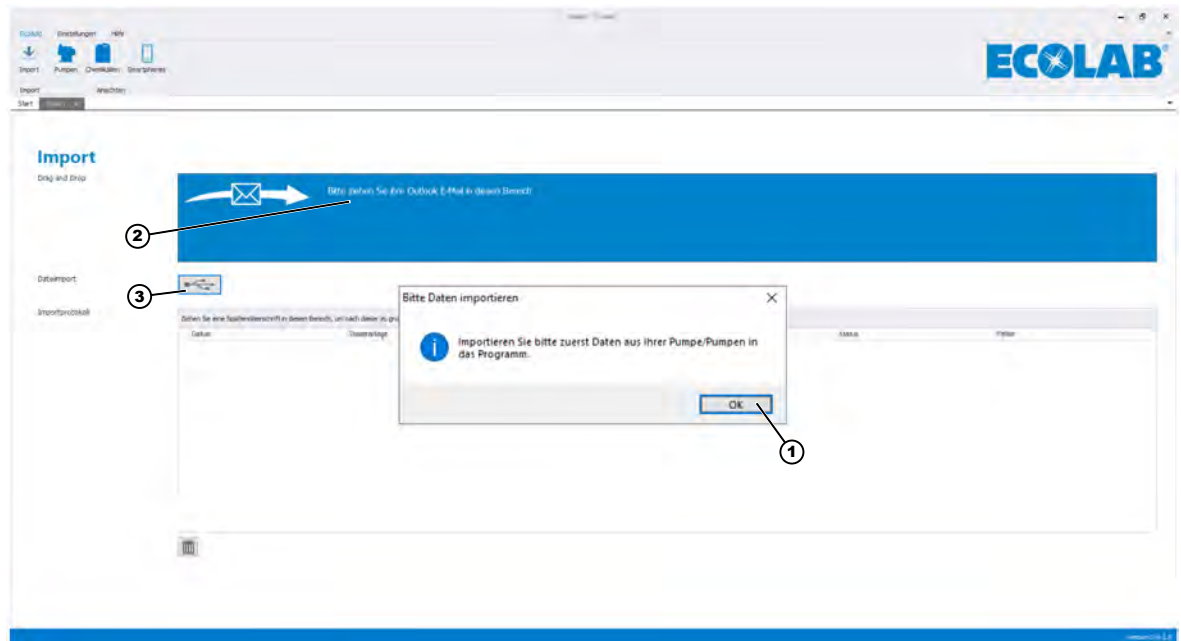

Abb. 3: Erstkonfiguration
1. ➤ Bestätigen Sie das Hinweis-Fenster durch Klick auf [OK] (Abb. 3, Pos. 1).
Email-Datenimport: (Abb. 3, Pos. 2)
USB-Datenimport: (Abb. 3, Pos. 3)